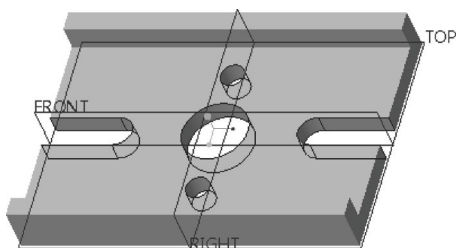

图 11-97 完成的三维模型效果
6) 在“拉伸”选项卡中单击（完成）按钮，以拉伸方式切除出的模型效果如图 11-97 所示。